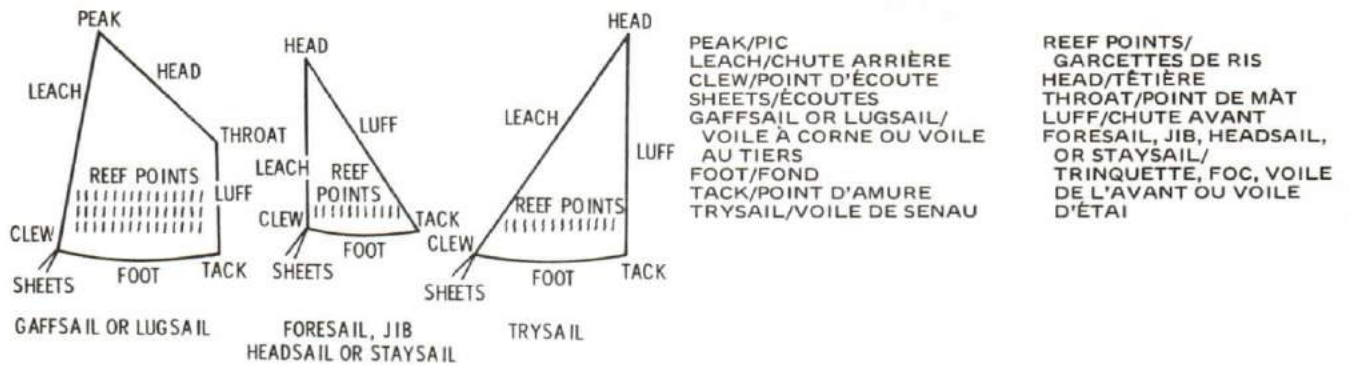

Figure 12-37
1. The parts of a three-sided and four-sided sail are named in Figure 12-37.
1. Les parties d'une voile latine et celles d'une voile aurique sont données à la figure 12-37.